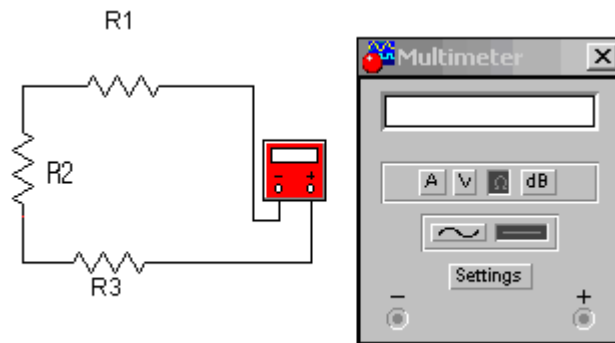

Рис. 1. Последовательное соединение трех резисторов.
1. При выполнении работы используется панель постоянного тока, находящаяся в левой части стенда. В ее состав входят миллиамперметры и вольтметр магнитоэлектрической системы, которые указывают не только количественное значение измеряемой величины, но и направление тока или полярность напряжения (рис. 1).